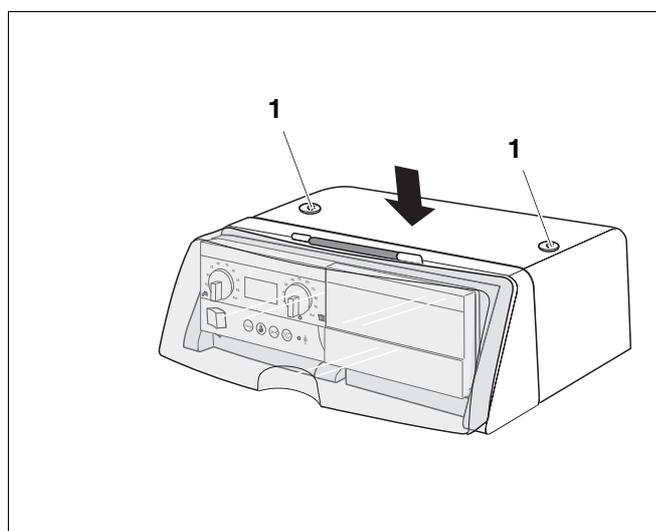

Fig. 37 Montare il pannello di copertura
- Inserire il pannello di copertura dell'apparecchio di regolazione (fig. 37) nelle guide verso il basso.
- Avvitare 2 viti (fig. 37, **pos. 1**) nell'involucro.